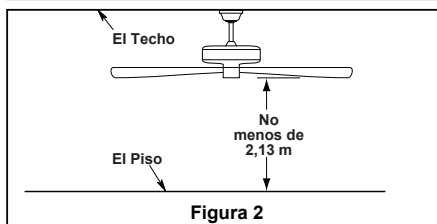

Figura 2
Caja profunda (Figura 2)
2. Coloque las palas a través de las ranuras en la cubierta del motor y fije la unidad del motor usando los tornillos de cabezal de arandela #8-32 y las arandelas de fibra. Asegúrese de que los tornillos fijen adecuadamente las palas al centro del motor estando éstas colocadas correctamente. (Figura 2)
2. Retire el clip de horquilla y pasador de horquilla de la parte inferior de la bola para colgar. Retener el pasador y clip para la instalación en el paso 4. (Figura 2)
Debe colgar el ventilador a una distancia mínima de 2,13 m desde las aspas hasta el piso. (Figura 2)
Para evitar una posible descarga eléctrica, asegúrese de cortar la alimentación eléctrica de la caja de fusibles principal antes de alambrado el ventilador. (Figura 2)
- ☐ 2. Coloque y ajuste firmemente la cubierta para el tornillo de la base sobre los tornillos de reborde de la abrazadera para colgar mediante el mecanismo de seguro por giro del chavetero. (Figura 2)
- ☐ 2. Extraiga los tres tornillos de la ensamble de kit de luz. Guárdelos para el paso 4. (Figura 2)
- ☐ 2. Restaure la fuente de alimentación de la toma de corriente enciendo la electricidad del fusible principal. (Figura 2)